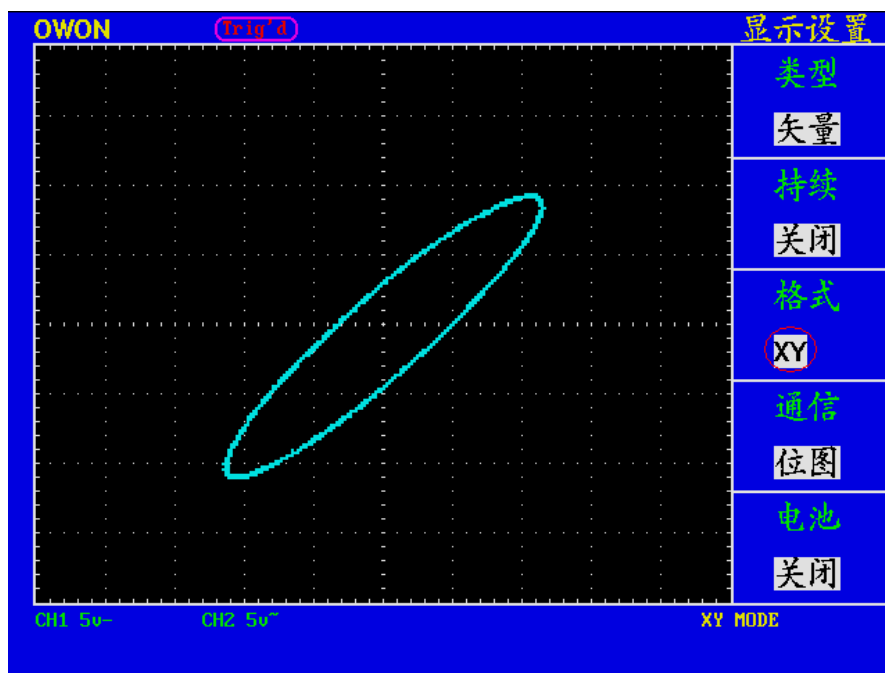

图60: XY显示模式
- 2、按 **F3** 菜单选择键, 选择格式为 **XY**。显示方式改变为 XY 模式, 见图 60: